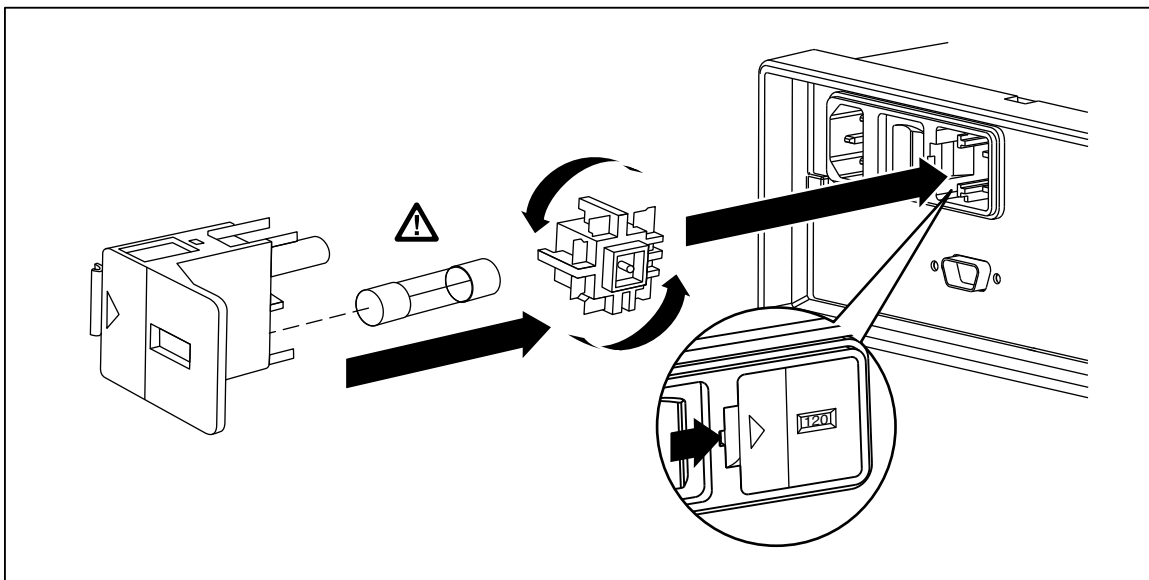

图 2-1. 更换电源保险丝
2. 从保险丝支架左边的窄缝中插入小螺丝刀，向右撬动，直到弹出支架，如图2-1所示。
- 2. 从保险丝支架左边的窄缝中插入小螺丝刀，向右撬动，直到弹出支架，如图 2-1所示。